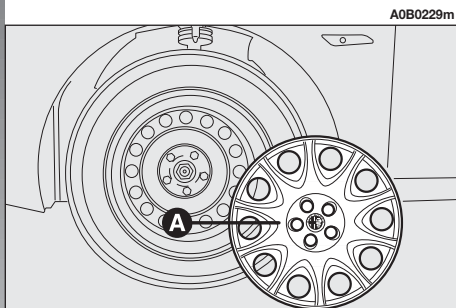

fig. 3
- Prelevare il contenitore attrezzi (B) e portarlo vicino alla ruota da sostituire.
- Prelevare il ruotino di scorta (C).
- Rimuovere la coppa ruota (A-fig. 3) (solo versioni con cerchi in acciaio).